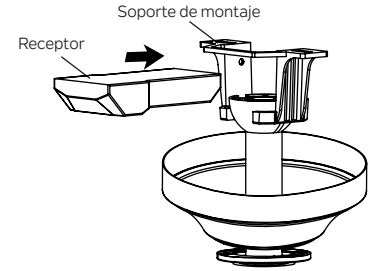

Figura 13
**Paso 1.** Inserte el receptor en el soporte de montaje y manténgalo plano en oposición al techo. (Figura 13)